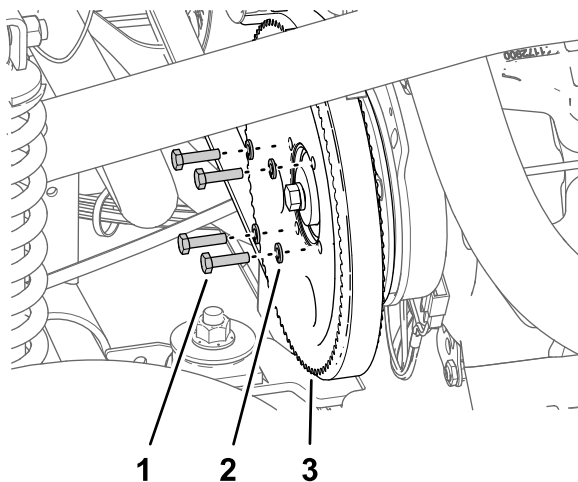

図 179
3. プーリを散布用ポンプに固定しているボルト1/4 x 1 インチ4本とロックワッシャ1/4 インチ4枚を取り外す 図 179。